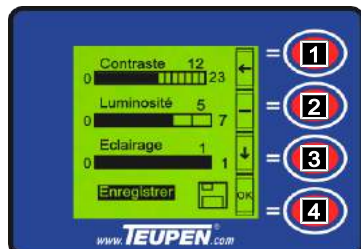

Fig. 91
- 6. Avec les [Touches de fonction] (Fig.91/2 et 3), mettre le curseur sur « Enregistrer ».
- 7. Enregistrer les réglages avec la [Touche de fonction] (Fig.91/4).
- 8. Retourner au menu « Paramètres » avec la [Touche de fonction] (Fig.91/1).